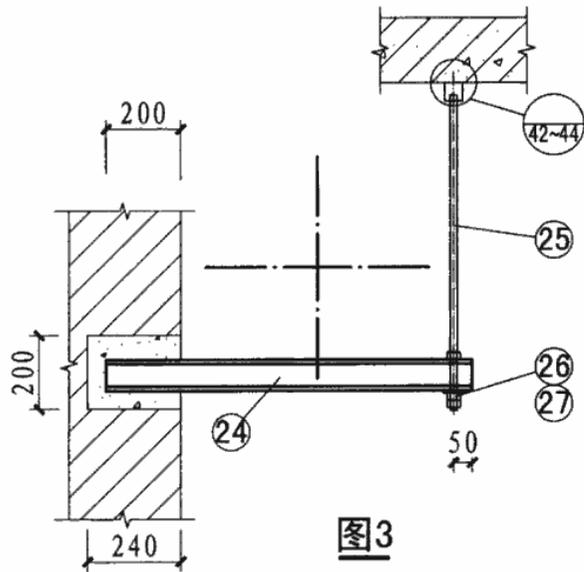
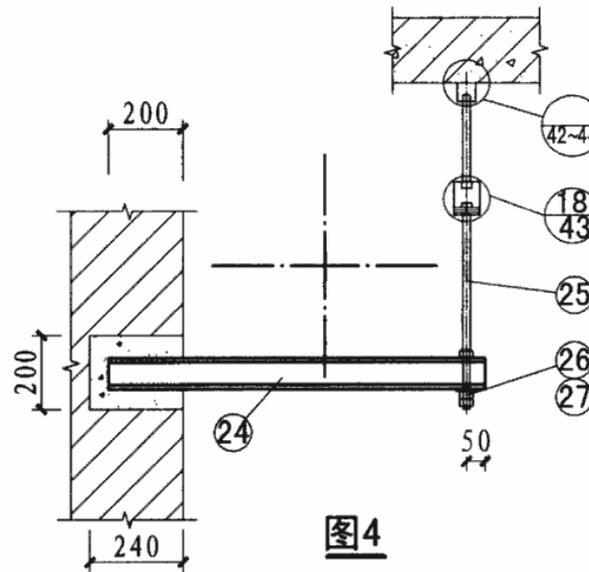

图3
图4
2. 图1、图2的支架横梁为角钢，图3、图4的支架横梁为槽钢。
3. 图1、图3为无减振安装形式，图2、图4为减振安装形式。